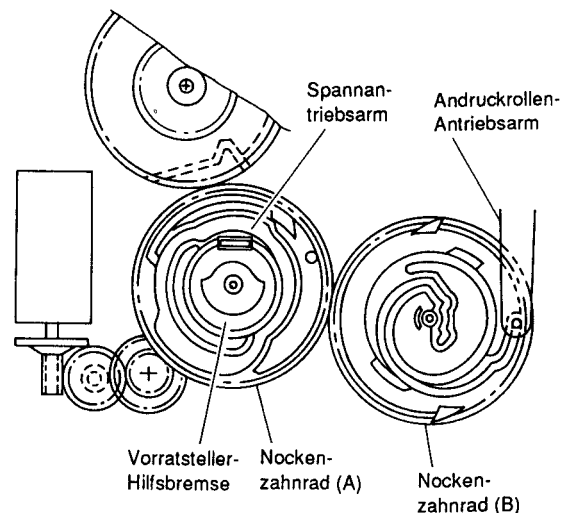

Abb. 6-22
- 4) Darauf achten, daß die Nabe des Andruckrollen-Antriebsarms in die Nut in dem Nocken-zahnrad (B) eingesetzt ist (siehe Abb. 6-22).